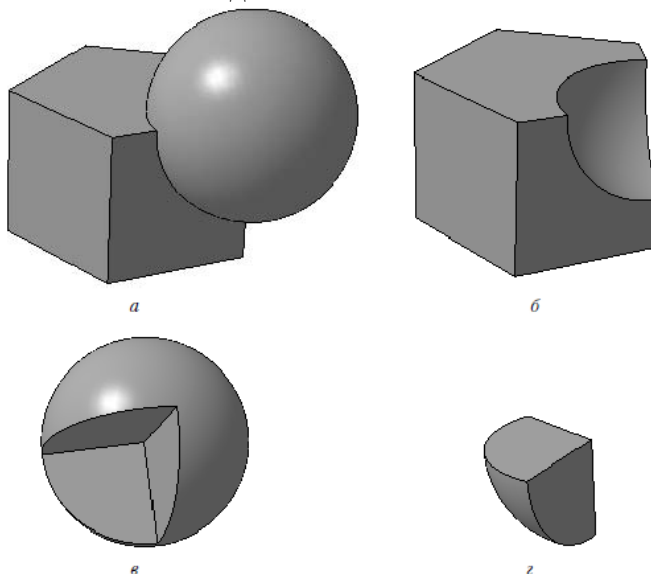
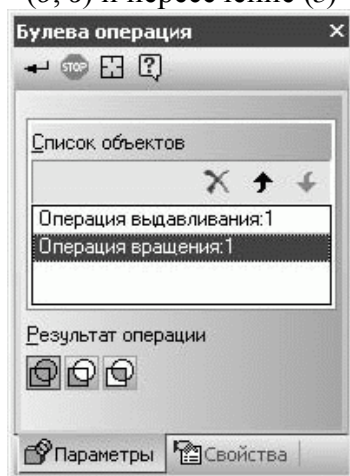

Рис. 3.16. Результат выполнения булевой операции: объединение (а), вычитание (б, в) и пересечение (г)
Рис. 3.17. Изменение порядка выбранных тел в списке объектов булевой операции
- тело, полученное объединением призмы и шара (рис. 3.16, а). Для этого на панели свойств в группе кнопок Результат операции нужно нажать кнопку Объединение
- тело, сформированное в результате вычитания шара из призмы, то есть вычитанием второго тела из первого (рис. 3.16, б). Для этого на панели свойств должна быть нажата кнопка Вычитание
- тело, полученное вычитанием призмы из шара (рис. 3.16, в). Поскольку вычитается всегда второе тело, вам необходимо изменить порядок указания тел. Этого можно добиться двумя способами. Первый – снять выделение с обоих тел, щелкнув на свободном пространстве модели, а затем заново указать тела для булевой операции, сначала щелкнув на шаре, а потом на призме. Второй и более правильный метод – изменить порядок тел в списке Список объектов на панели свойств (в этом списке каждое тело обозначается названием последней выполненной над ним формообразующей операции). Чтобы изменить порядок, выделите одно из тел и переместите его в списке, используя кнопки со стрелками, размещенные в верхней части списка (рис. 3.17);
- тело, сформированное в результате пересечения двух указанных тел (рис. 3.16, г). Для этого на панели свойств должна быть нажата кнопка Пересечение